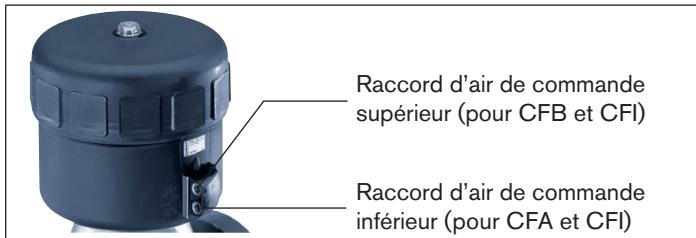

Fig. 7 : Raccord d'air de commande
- Appliquer de l'air comprimé au raccord d'air de commande inférieur (valeur, voir la plaque signalétique) (voir « Fig. 7 : Raccord d'air de commande »). Cela est nécessaire pour que la membrane se détache du corps sans être endommagée.
- Appliquer de l'air comprimé au raccord d'air de commande inférieur (valeur, voir la plaque signalétique) (voir « Fig. 7 : Raccord d'air de commande »).
→ Appliquer de l'air comprimé au raccord d'air de commande supérieur (valeur, voir ci-après la « Fig. 7 : Raccord d'air de commande »).
- Raccorder le fluide de commande au niveau des raccords supérieur et inférieur (voir « Fig. 7 : Raccord d'air de commande »).